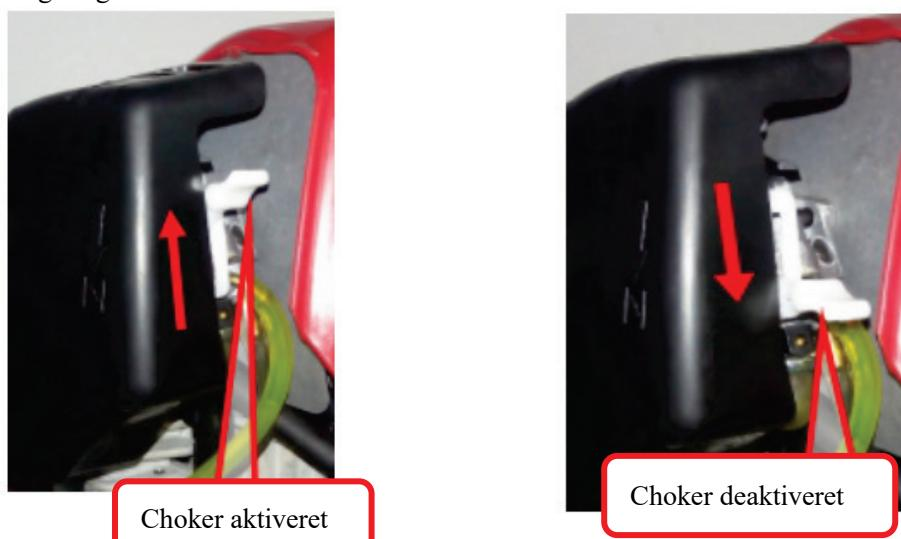

Fig. 5
5.1. Inden motoren startes, skal der trykkes gentagne gange på den transparente og halvrunde brændstof-primer-bold for at fyde karburatoren med brændstof. (Hvis motoren er kold, skal chokeren lukkes. Åbn chokeren igen efter start som vist i fig. 5.)